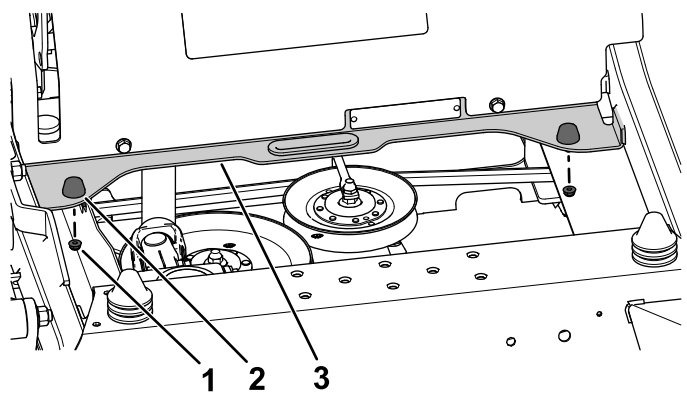

Figura 11
- Rimuovete i 2 dadi di bloccaggio ($\frac{1}{4}$ ") dai paraurti in gomma sull'ancoraggio trasversale (Figura 11).